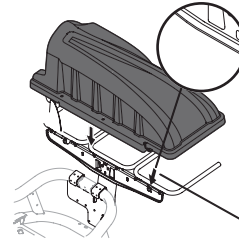

Figura 15
6. Instale la cubierta de la embolsadora en el conjunto del colgador, como se ve en Figura 15. La cubierta va dentro de las dos lengüetas de montaje.